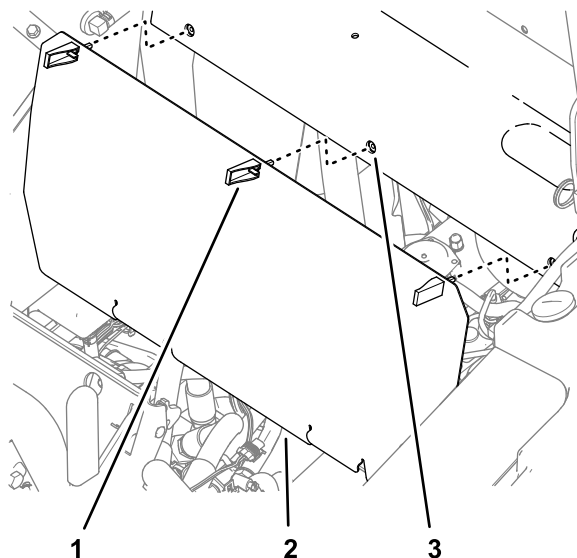

図 3
1. 後パネルのラッチを解除する 図 3。
2. 機体から後パネルを外す 図 3。